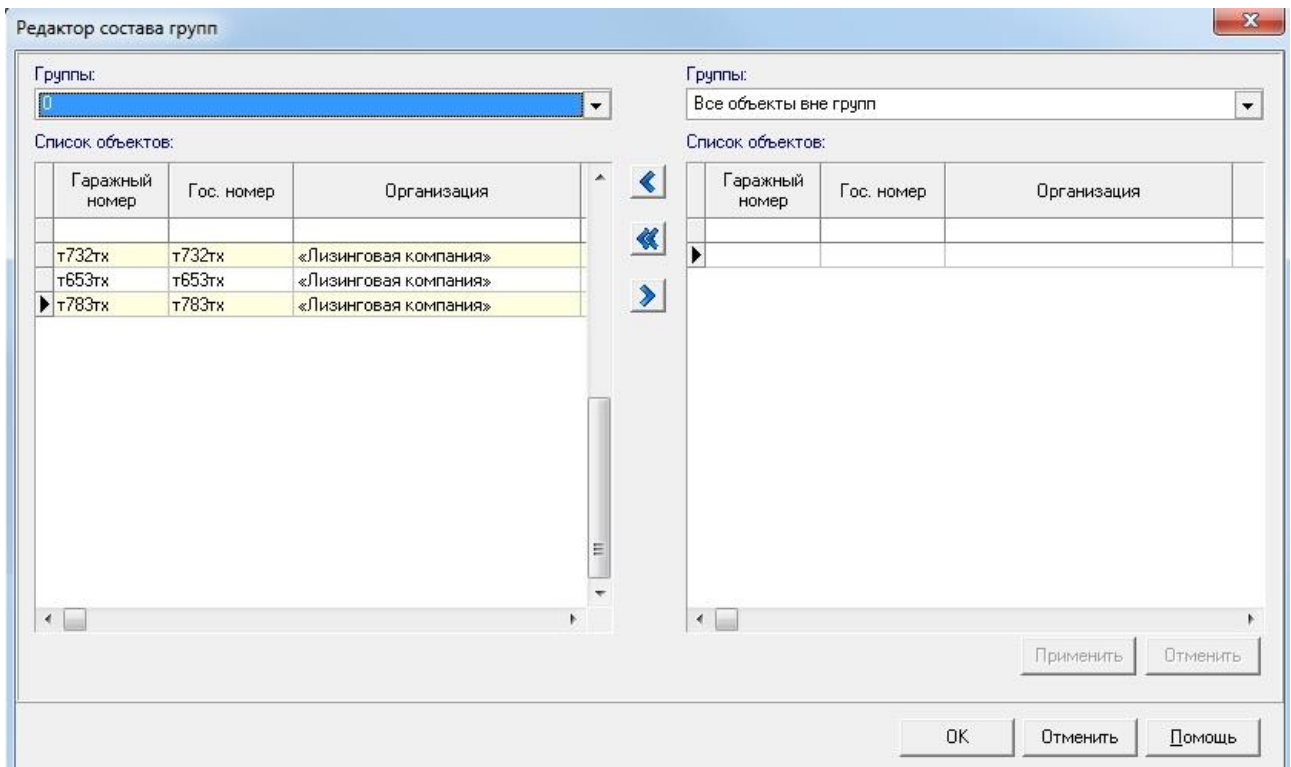

Рисунок 78 – Распределение ТС между группами
Рисунок 78 иллюстрирует форму «Редактор состава групп», которая позволяет реализовать операцию распределения ТС между группами Программы, созданными Оператором (см. 3.1.15).
- 1 Выбрать левую или правую область формы (см. Рисунок 78).